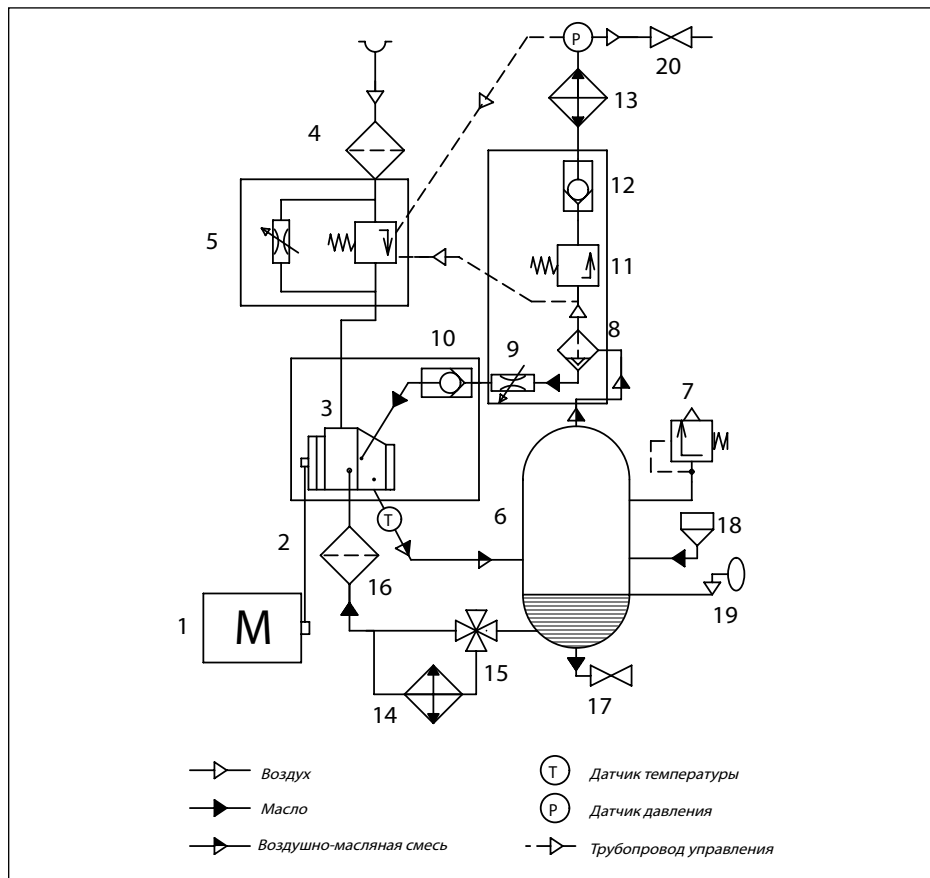

Рис. 2.3 Схема пневматическая А 30-55
2.4 Принцип действия (Смотри рис. 2.3)